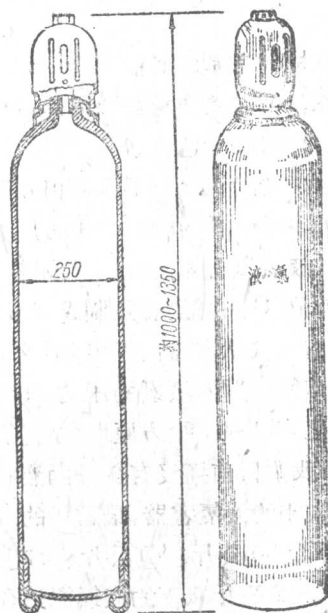
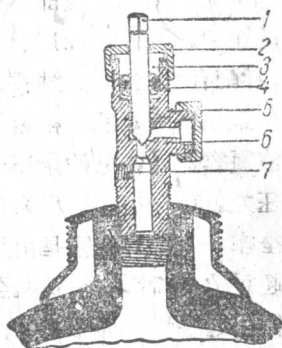

图 5 常用的液氮瓶
图 6 液氮瓶控制閥
最普通的液氯容器是圆柱形的钢瓶，分 5 公斤、7 公斤、12 公斤、25 公斤、50 公斤及 75 公斤装数种，它们的构造一样，只是大小不同，这类钢瓶都是由钢材冲压出来的无缝钢瓶（图 5①），它们的重量约在 15~121 公斤之间，如表 2 所示。液氯瓶的颈部装有特制的控制阀（图 6）。控制阀体用铸铜或精黄铜做成，阀杆由镍铜钢做成，阀杆外圈装有填料及铜制压盖和压盖帽；填料是用石墨石棉绳或涂有蜂蜡或石墨并浸过橡胶的棉纱绳，填料要装得深一点。控制阀下面装有安全塞，
① 图中尺寸采用毫米为单位，以下图上不再注明。